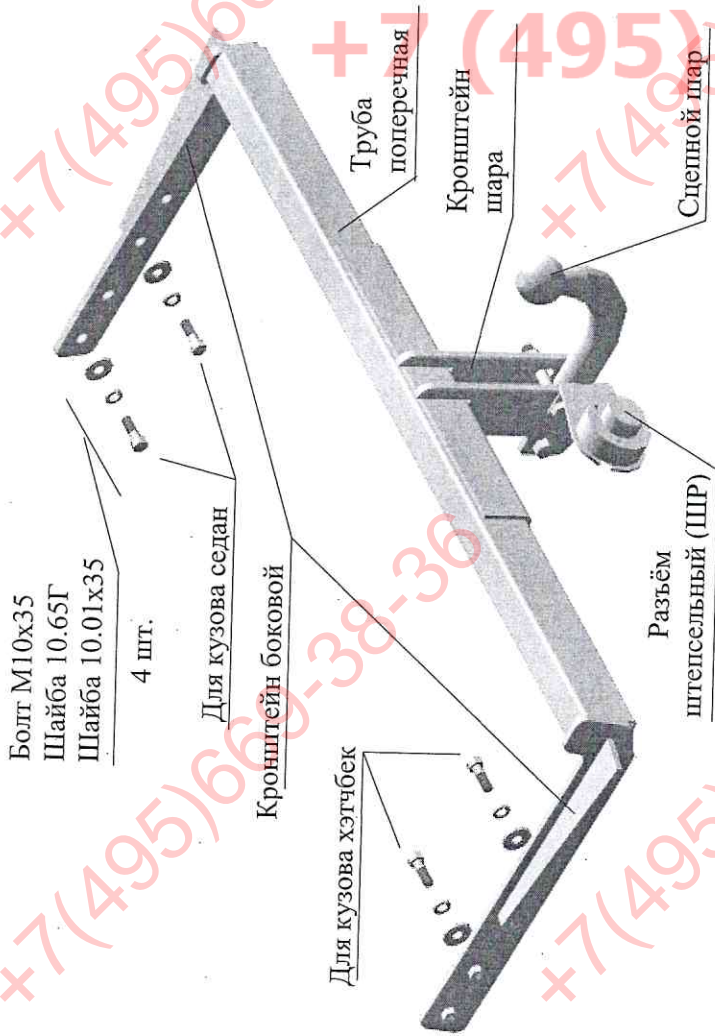

РИС.1 Тягово-сцепное устройство ТСУ ФОКУС ХБ
- 2.1 ТСУ ФОРД ФОКУС ХБ (рис.1) 1 шт.
- 2.2 Пакет комплекующих в соответствии с рис.1 1 шт.
4.5 Установить ТСУ на автомобиль: боковые кронштейны ТСУ в лонжероны до совпадения положения приваренных гаек с отверстиями в лонжеронах (см. рис. 1); кронштейны шара до упора в панель бампера. Установить на места болты M10x35.